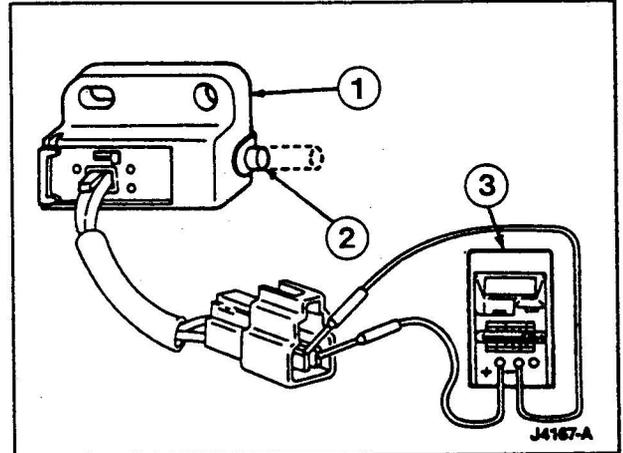

Bild 26/1
- Bei hereingedrückter Schaltstange (siehe Bild 26/1) muß der Schalter Durchgang haben, bei herausstehender Schaltstange keinen Durchgang.